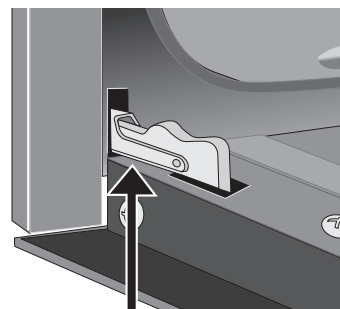

Figure 38: Charnière en position verrouillée
4. Poussez les verrous des charnières vers le haut et dans le cadre du four jusqu'à ce qu'ils soient en position verrouillée (Figure 38).